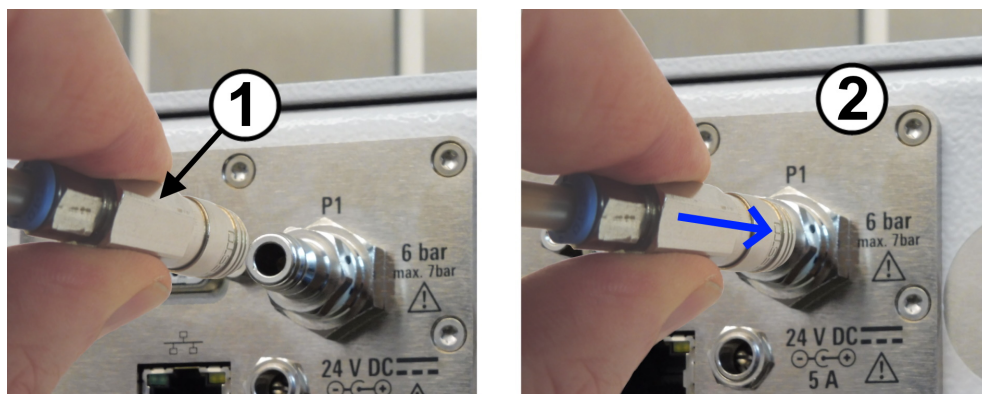

Рис. 6-5: Подключение подачи сжатого воздуха
8. Подключить нажимно-вытяжной адаптер к быстроразъемному штуцеру. Для этого следует удерживать адаптер за его заднюю часть (поз. 1 на рис. 6-5) и вставить адаптер в быстроразъемный штуцер (2).